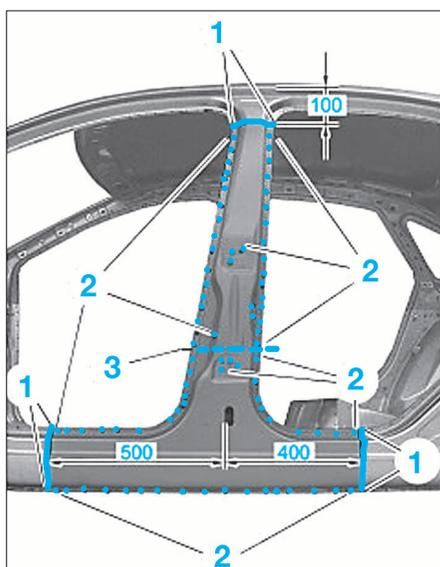

FIG. 53
⚡ Selon l'étendue des dommages, un remplacement partiel du pied milieu est possible selon la ligne de coupe (3) (Fig.53).